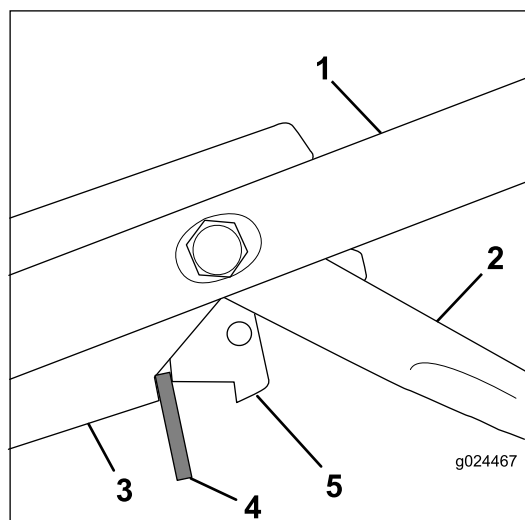

Figura 31
3. Inserte un espaciador de 8 mm (5/16") entre la palanca de control del freno de la cuchilla y el soporte de los controles del manillar (Figura 31).